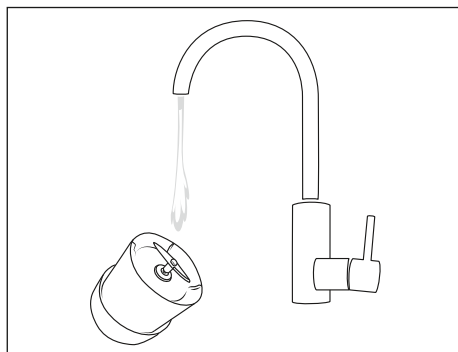

Fig. 2
- A lâmina em cruz ❸ é muito afiada! Por esta razão, realize a limpeza com cuidado.
❶ ATENÇÃO!
- ◆ Limpe a tampa ❶ e a fita de pulso ❷ com um pano húmido. Aplique um detergente neutro no pano e seque com água limpa. Deixe secar completamente antes de guardar o aparelho ou voltar a utilizá-lo.
- ◆ Para remover sujidade ligeira, encha o copo misturador ❸ até à marcação MAX com água morna e uma gota de detergente da loiça. Deixe o aparelho funcionar durante aprox. 30 segundos, conforme descrito no capítulo 11. **Utilização.** Em seguida, desenrosque a tampa ❶ e deite fora a água com detergente que está no copo misturador ❸.
- ◆ Lave cuidadosamente a lâmina em cruz ❸ com água corrente, se necessário utilizando uma escova para loiça. Certifique-se de que não entra água na tampa ❶ e não a mergulhe em água! Incline o aparelho de modo que a água apenas caia sobre a lâmina em cruz ❸ (ver fig. 2).